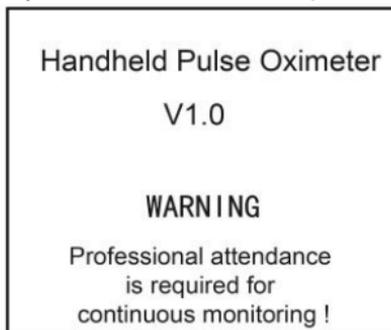

Figura 4.1
- Premere a lungo il tasto “” Accensione/Tasto di sinistra per 1-2 secondi per accendere il pulsossimetro. Il pulsossimetro effettuerà un self-test, quindi verranno mostrati il messaggio di avvertimento “Professional attendance is required for continuous monitoring!” e la versione del software, come mostrato nella figura 4.1 (fare riferimento al vostro pulsossimetro per la versione corrente).